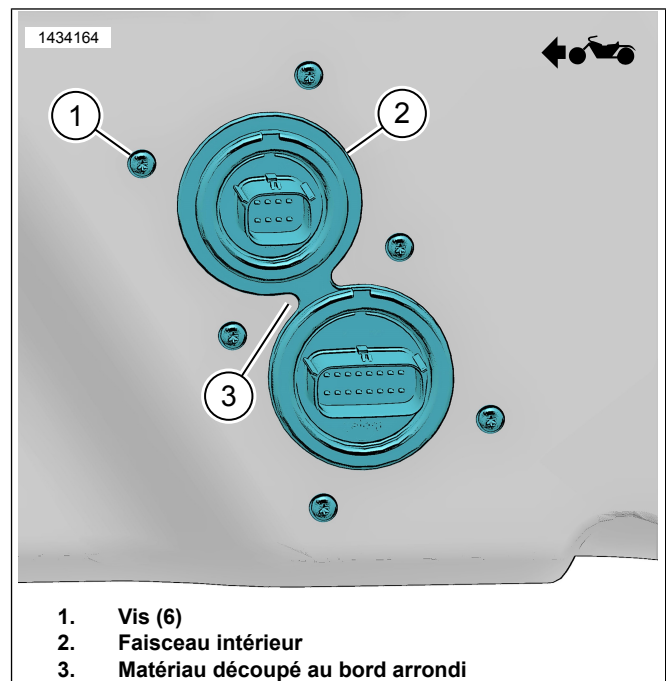

Figure 10. Faisceau interne
- d. Voir la figure 10. Couper le matériau jusqu'au bord arrondi (3).
11. Voir la figure 10. Installer le faisceau intérieur (2).